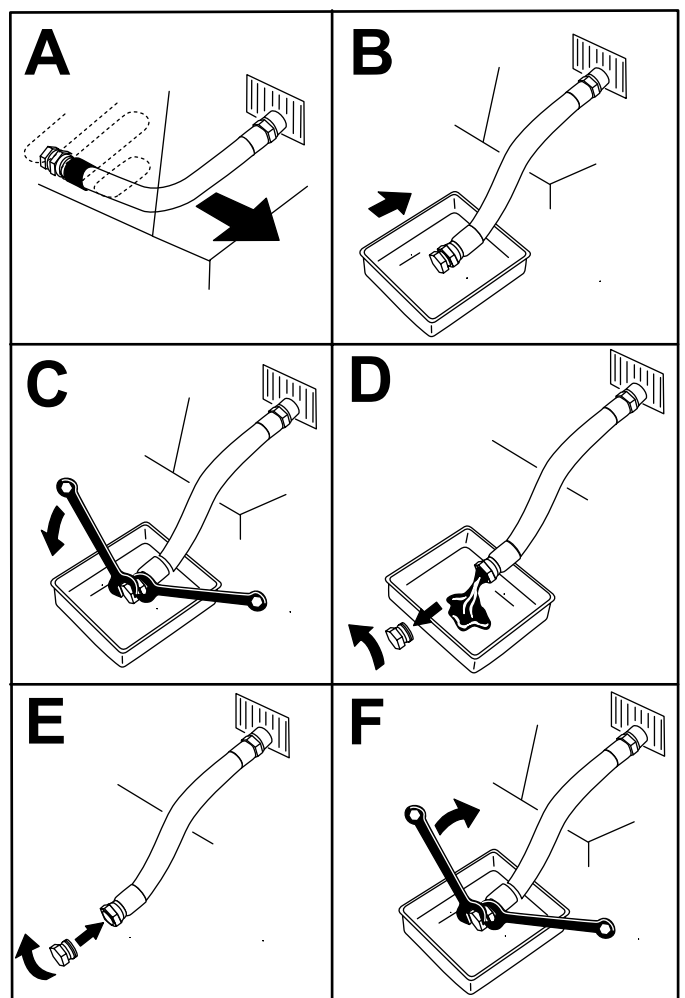

Figure 38
3. Vidangez l'huile moteur (Figure 38).